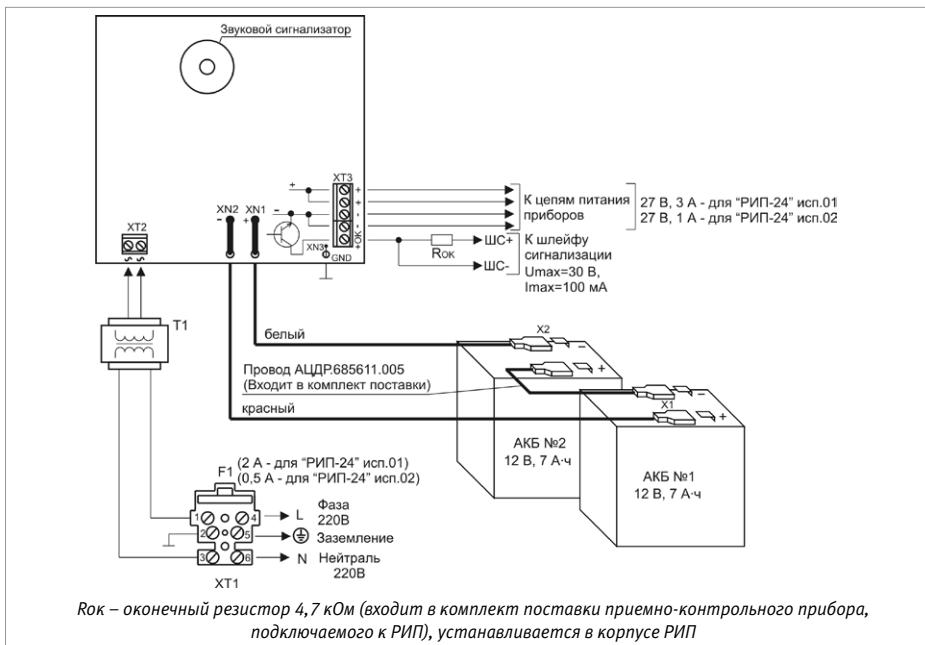

Рисунок 6. Схема подключения РИП-24 исп.01 (РИП-24-3/7М4) и РИП-24 исп.02 (РИП-24-1/7М4)
1.6. Схемы подключения приведены на рис. 6 и 7.
- 1.13. Проверьте правильность произведённого монтажа в соответствии со схемой подключения (рис. 6 и 7).